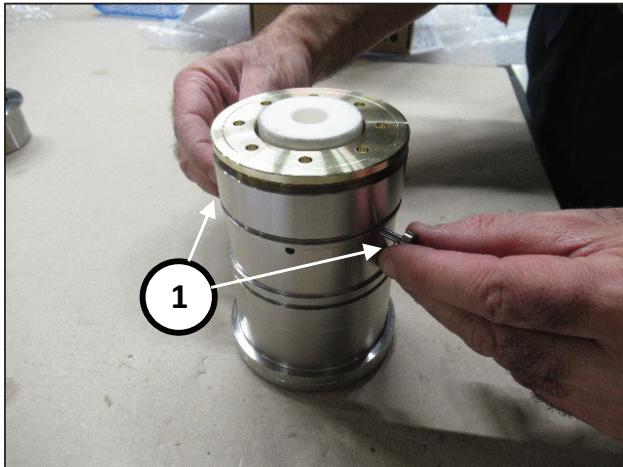
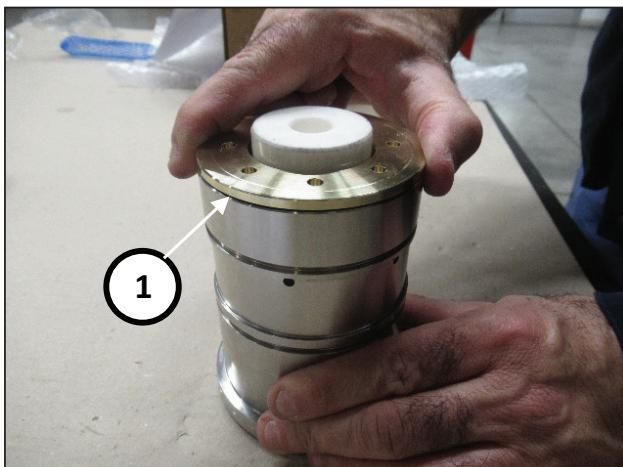

Fig. 188
Fig. 189
Retire os pinos da ferramenta cód. 27945400 (pos. ①, Fig. 188) e complete o apafusamento do suporte dos vedantes (pos. ①, Fig. 189).